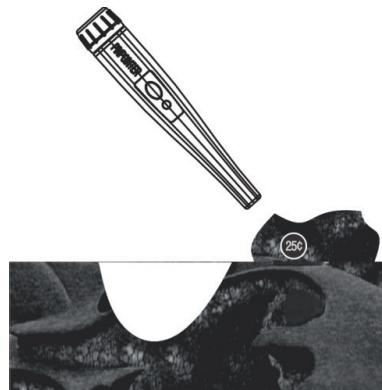

Figura 6
3.Se l'oggetto che si sta cercando è sepolto in profondità e si trova al di fuori dell'area di ricerca del pinpointer, utilizzare di nuovo il metal detector per determinare la posizione esatta. Dopo aver stabilito la posizione, iniziare a scavare. Controllare con il pinpointer il terreno scavato per accertarsi che l'oggetto cercato non sia già stato disepellito (vedere la figura 6).